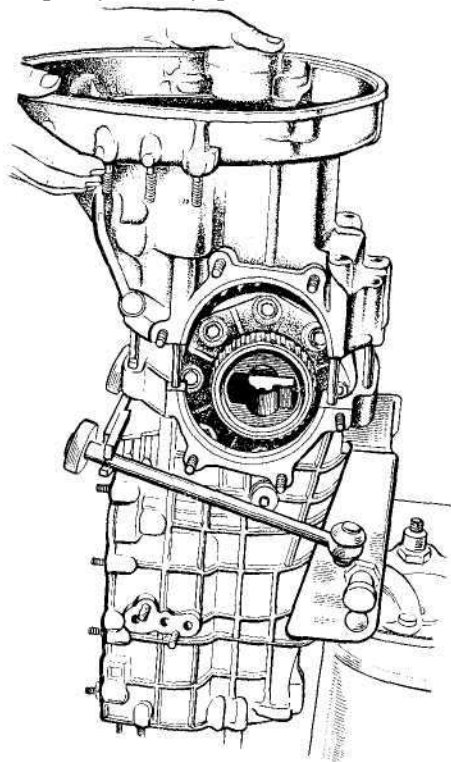

Рис. 141. Установка картера сцепления
- установите дифференциал в сборе с ведомой шестерней главной передачи в картер коробки (рис. 141);